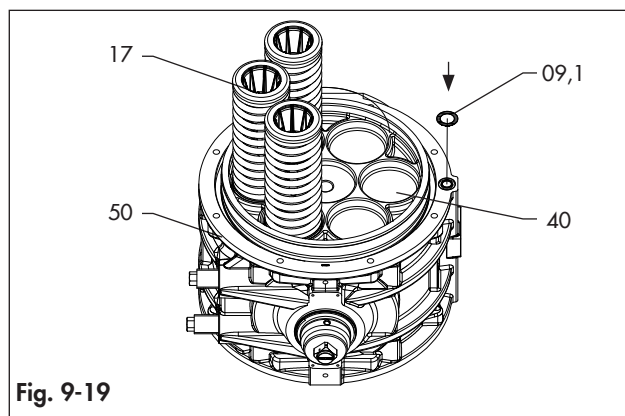
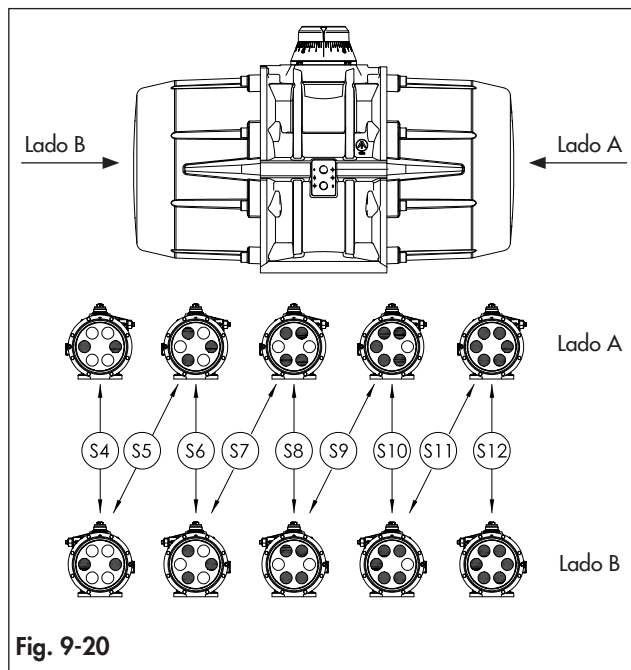

Fig. 9-19
Fig. 9-20
- Coloque o atuador na posição vertical, conforme a Fig. 9-19.
- No caso do atuador de retorno por mola, coloque a quantidade correta de cartuchos de mola (Fig. 9-19) na posição correta, conforme indicado na Fig. 9-20, dependendo da configuração do atuador.
- Lubrifique e coloque a junta tórica (09.1) sobre o corpo (50). (Fig. 9-19)